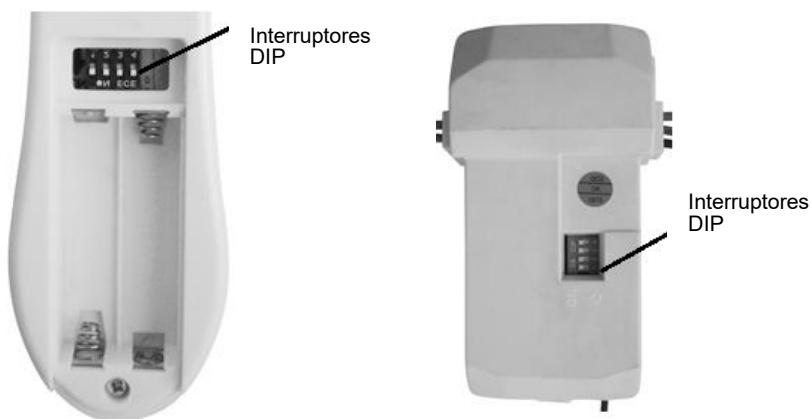

Fig. 11 Compartimento de las pilas del mando a distancia interruptores DIP del receptor
- El mando a distancia funciona con 2 pilas tipo AAA de 1,5 V. Retire la tapa del compartimiento de las pilas ubicada en la parte posterior del mando de distancia e inserte 2 pilas tipo AAA. Asegúrese de que el sentido de la polaridad sea el indicado en el compartimento de la batería. (Fig. 11) (Pilas no incluidas).